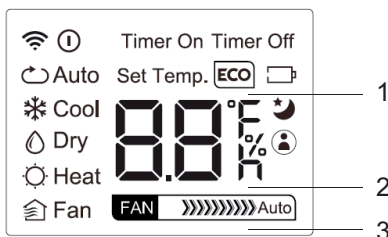

fig. 6 -
1. Fonctionnement ECO (réf 1 - "fig. 6 -"). (L'affichage de l'unité intérieure lit « E - C - O » avec les lettres qui apparaissent l'un après l'autre, suivie d'une indication de la température)
2. Fonctionnement SLEEP (réf.2 - "fig. 6 -")
3. Fonctionnement « FOLLOW ME » (réf.3 - "fig. 6 -")